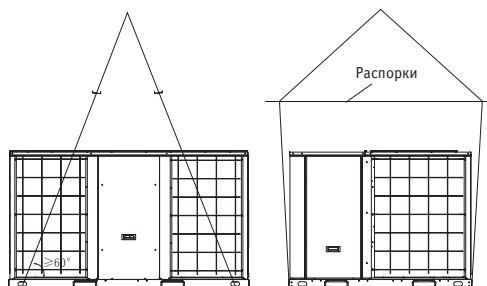

Рис. 17
- Такелажные стропы должны выдерживать трёхкратный вес блока. Перед подъемом проверьте и убедитесь, что крюки прикреплены к блоку надежно и образуют углы не менее  $60^\circ$  относительно его основания (см. рис. 17).